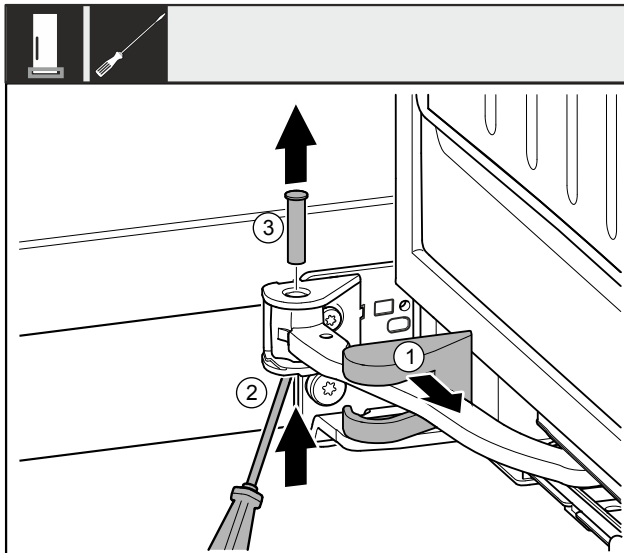

Fig. 9
- Vedä laakerijalustan suojus Fig. 9 (1) irti ja siirrä saranaa pitkin.
- Nosta pulttia Fig. 9 (2) alapuolelta ruuvimeisselillä.
- Vedä pultti Fig. 9 (3) ylhäältä ulos.